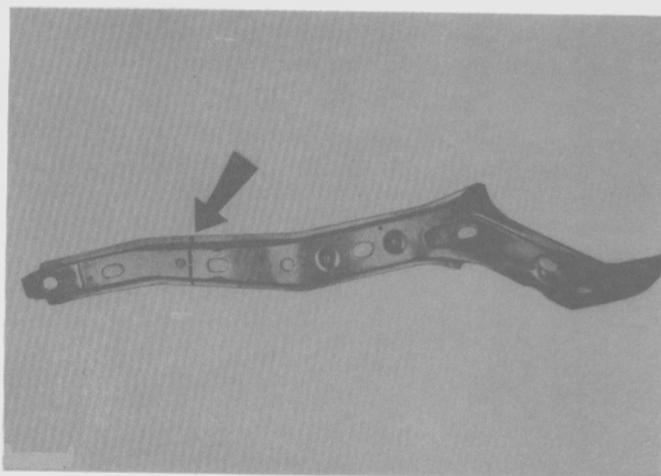

Fig. 134
- Determinar las dimensiones de instalación de la nueva sección del larguero, de acuerdo a la sección cortada, y marcar la línea de corte en el nuevo larguero (Fig. 134).